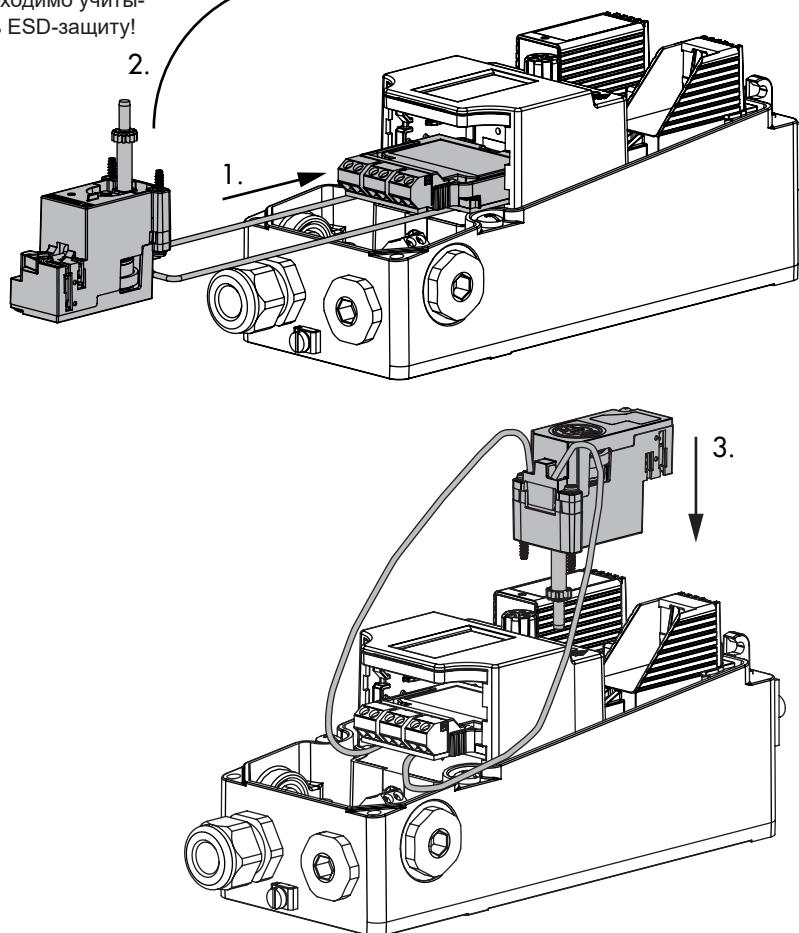

Рис. 5-12: Монтаж аппаратных конечных выключателей
1. Переместите механический узел над дисплеем и установите его согл. Рис. 5-12. Вал шестерни при этом должен быть зацеплён с зубчатым колесом для передачи информации о положении. Если при установке возникнет препятствие из-за неподходящего положения зубчатого колеса, слегка сместите вал шестерни.
❸ Информация